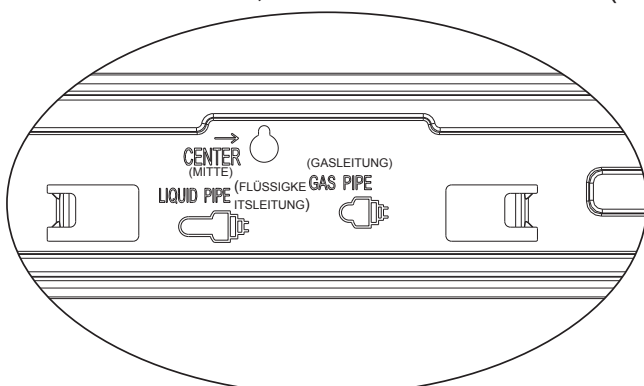
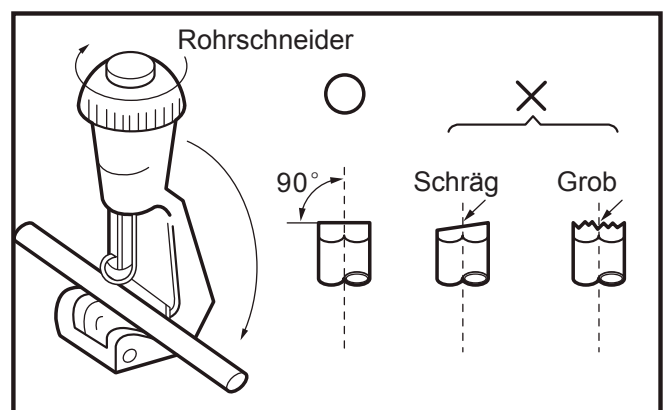

Abb. 3
Abb. 4
- 2) Schneiden Sie das Rohr und das Kabel. Schneiden Sie die Flüssigkeitsleitung und Gasleitung auf die richtige Länge entsprechend der Positionsmarkierung auf der Wandmontageplatte (Abb. 3). Stellen Sie sicher, dass der Schnitt flach ist (Abb. 4).